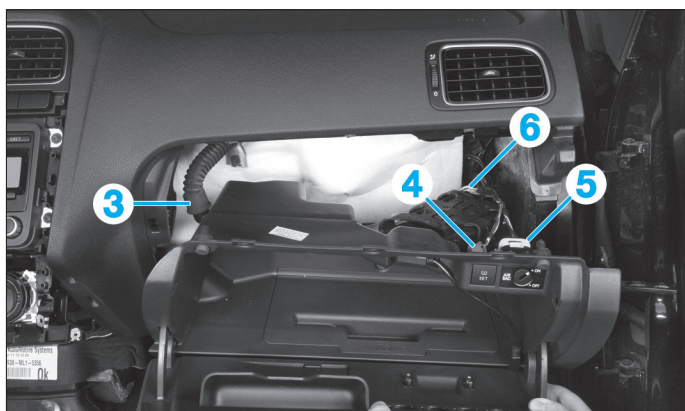

FIG. 23
- Tirer la l'ensemble de la boîte à gants, puis selon les équipements du véhicule, déconnecter les éléments suivants (Fig.23) :